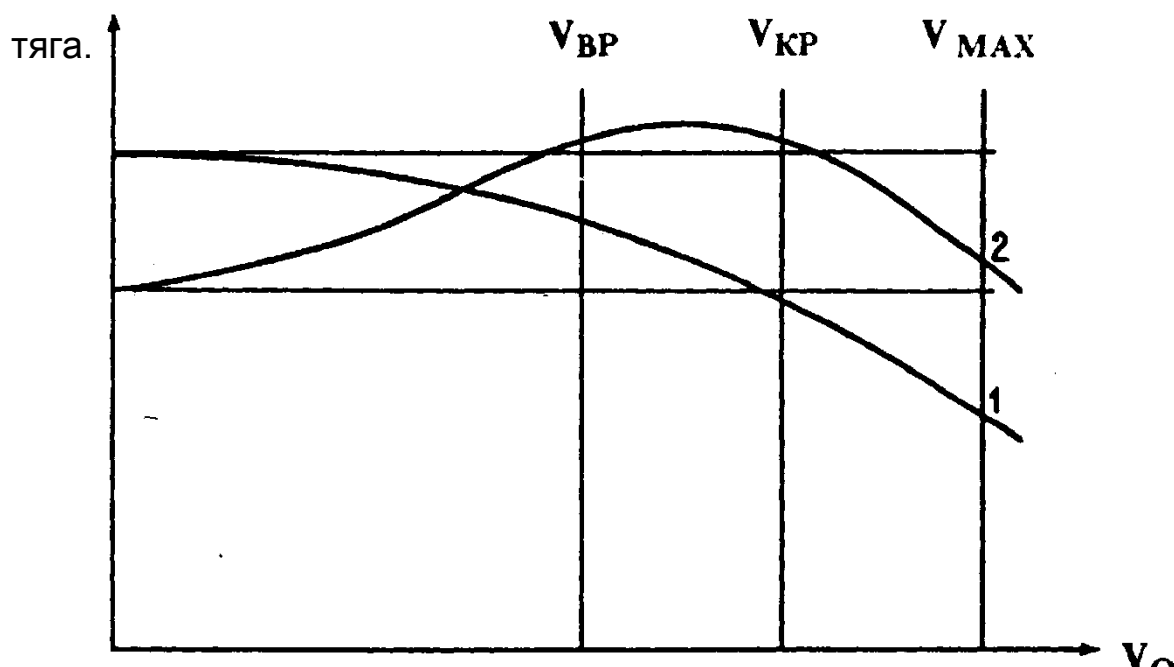

Рис. 69. Влияние скорости полета на тягу ВВ
Из формулы видно, что тягу можно увеличить либо за счет увеличения радиуса ВВ (R), либо за счет скорости потока в плоскости винта (V_j). Но увеличение скорости потока ведет к уменьшению КПД ВВ. Поэтому для каждого ЛА, с заданной скоростью полета (V_0), существует оптимальный размер ВВ (диаметр и шаг), при котором тяга и КПД являются максимальными. Статическая тяга ВВ не является критерием качества, т. к. ВВ должен развивать достаточную тягу при выполнении полета. Определяющим фактором является шаг и частота вращения ВВ. На рис. 69 приведены характеристики ВВ по скорости полета. Кривая "1" соответствует ВВ с малым шагом. Его тяга уменьшается с ростом скорости полета. Кривая "2" соответствует ВВ с большим шагом. Его статическая тяга меньше, но с ростом скорости тяга увеличивается и при скорости от взлетной до крейсерской имеет наибольшее значение.